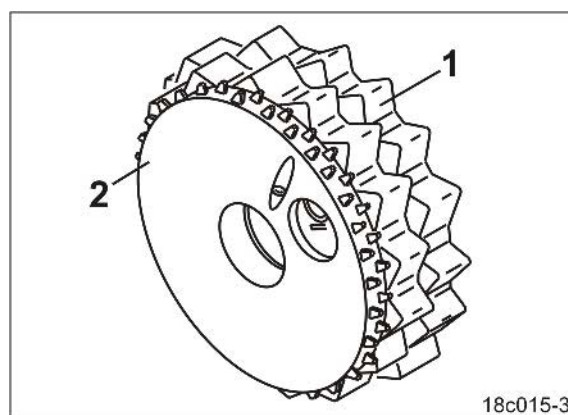

Fig. 45
- normalsåhjul (Fig. 45/1) og
- finsåhjul (Fig. 45/2).